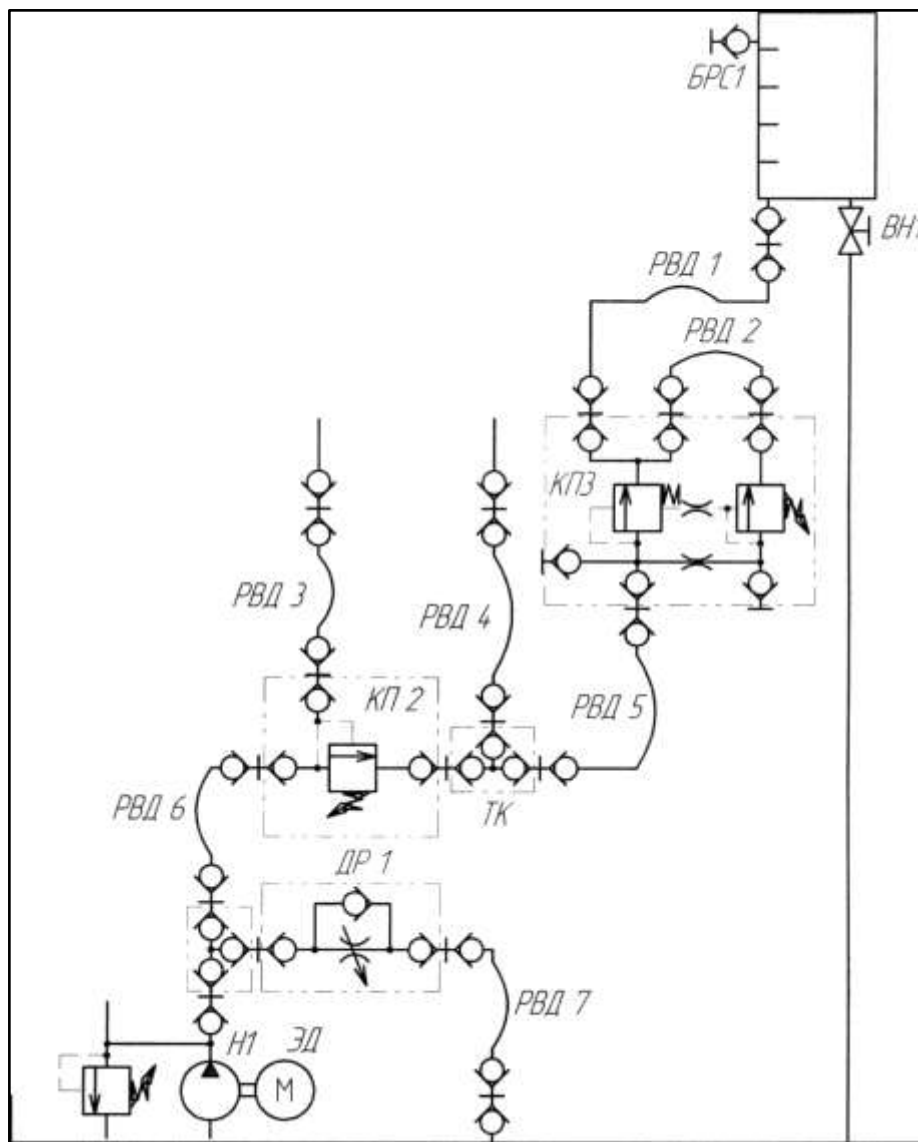

Рисунок 12 – схема гидравлическая
Собрать схему рисунок 12
1. Выполнить чертеж схемы рис.12 и проставить буквенно-цифровое обозначение.
8. Составить схему потоков для рис. 12.
9. Составить циклограммы для рис. 12.